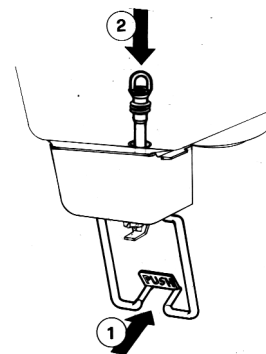

figure 11
- Pousser (1) le levier de débit et enfiler (2) le tuyau du robinet dans son siège vertical sur le fond du réservoir (voir figure 11).